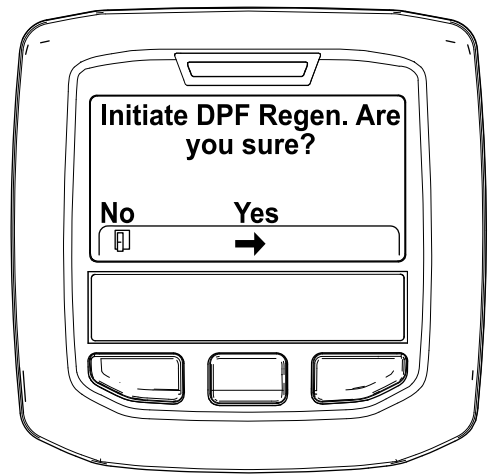

Figura 44
4. Cuando aparezca el mensaje "Initiate DPF Regen. Are you sure?" (¿Desea iniciar el proceso de restauración del FPD?), presione el botón central (Figura 44).